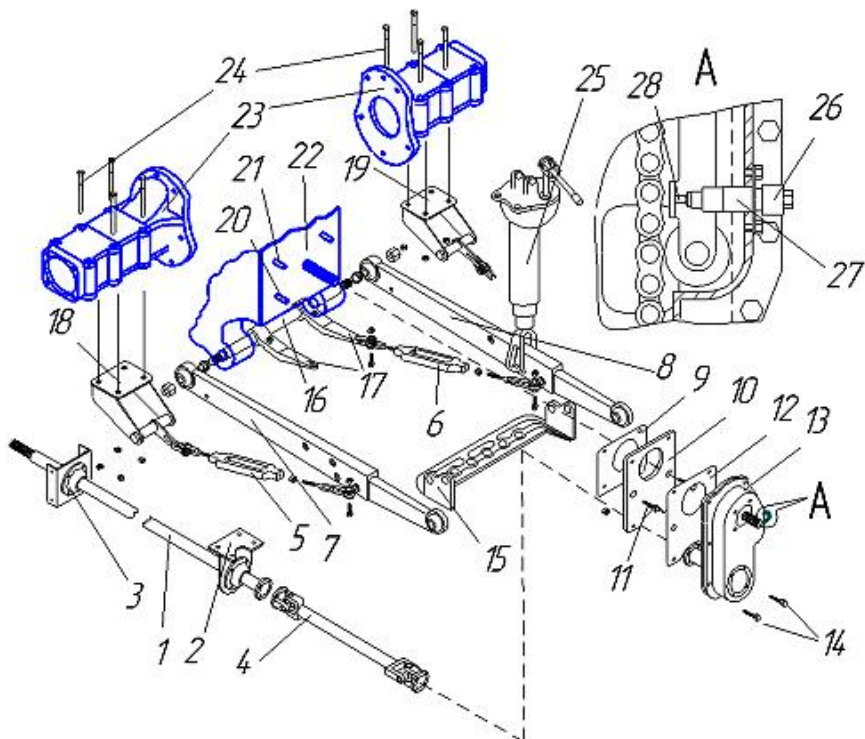

Рисунок 4. Устройство задней навески и ее доработка.
3. Отсоединить растяжки 5, 6 (рис. 4) от кронштейнов 17 оси.
- в крышке по указанным размерам на схеме (рис. 4) просверлить отверстие $\varnothing 23$ мм;
1. Установить прокладку 9 (рис. 4) на крышку ВОМ 22 трактора.